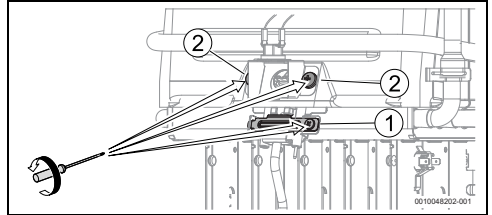

Fig. 19
- Retirer les vis qui maintiennent le raccord-union de la veilleuse, fig. 19, [1].
- Retirer les vis qui maintiennent le raccord-union de l'appareil de commande pour la chambre de combustion, fig. 19, [2].